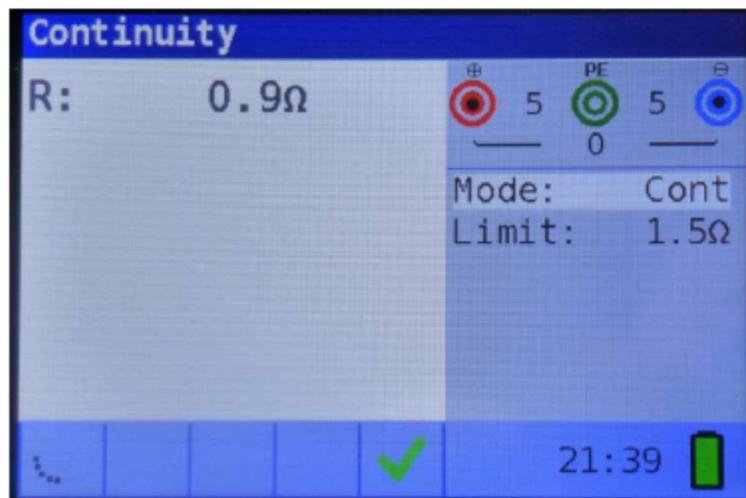

Figure 5-10: Exemple de résultats de mesure continuité courant faible
**Étape 3** Connectez un câble de test à l'appareil et sur l'objet à tester. Suivez le schéma de connexion des figures 5.10 et 5.11 pour effectuer les mesures de continuité.